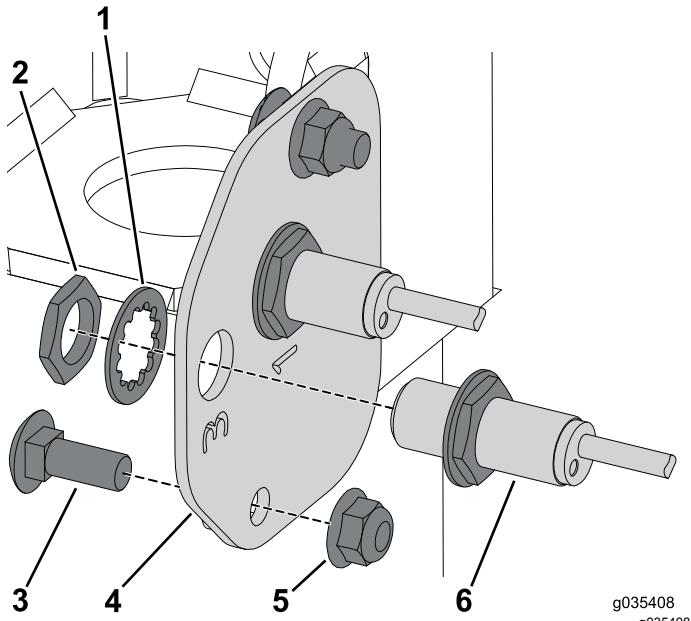

Figura 3
5. Rimuovete i dadi di fissaggio e le rondelle dalla parte anteriore dei sensori di prossimità sulla piastra del sensore di destra e metteteli da parte (Figura 3).
7. Rimuovete i bulloni a testa tonda e i dadi flangiati che fissano la piastra del sensore di destra al telaio (Figura 3).